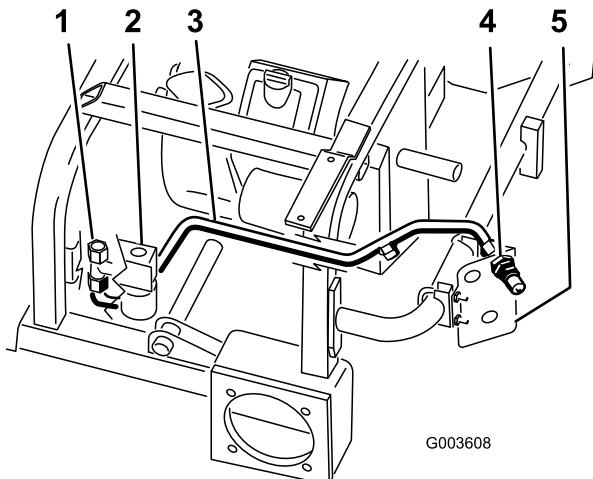

Figura 15
2. Posicione el tubo hidráulico Nº 1 en la máquina según se muestra en Figura 15.
3. Conecte el tubo hidráulico Nº 1 al acoplamiento en T montado en el lateral de la válvula (Figura 15).
4. Conecte el tubo hidráulico Nº 1 al acoplamiento macho superior (Figura 15).